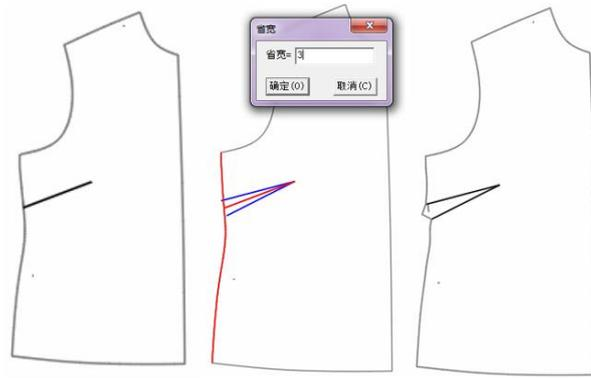

图 2-2-19 收省
(1)  (收省)：在结构线上插入省道。用该工具依次点击收省的边线、省线，弹出省宽对话框；在对话框中，输入省量，点击“确定”后，移动鼠标，在省倒向的一侧单击左键，用左键调整省底线，最后击右键完成，如图 2-2-19 所示。